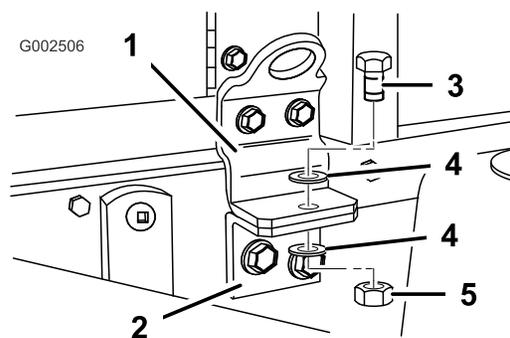

Figura 24
15. Prenda o patim do depósito na estrutura com um parafuso (1/2 x 1-1/2 polegadas), duas anilhas (1/2 polegada), e uma porca de bloqueio (1/2 polegada) conforme ilustrado em Figura 24.